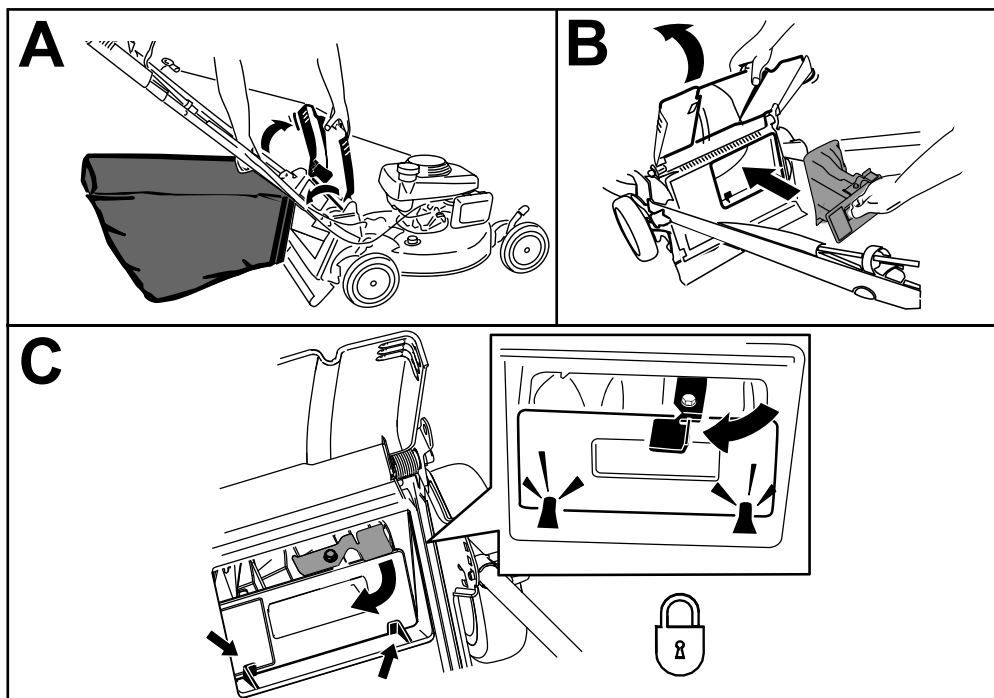

Figura 17
1. Levante y sujete el deflector trasero y levante la bolsa de recogida por el asa para separarla de las muescas de los soportes del manillar (Figura 17, A).
2. Instale el tapón trasero (Figura 17, B).
**Importante:** Asegúrese de que el tapón trasero está bloqueado en su sitio. Para bloquear el tapón, presione firmemente hasta que encaje en su lugar detrás de las pestañas, y gire la palanca del tapón a la izquierda (Figura 17, C).